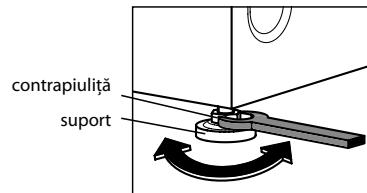

Figura 5
3.2.2 Așezați mașina după nivel strict orizontal, deșurubând sau răscind, în primul rând, suporturile reglabile din față, în conformitate cu Figura 5: slăbiți cu cheia pentru piulițe contrapiuliștele de pe suporturi, reglați înălțimea suporturilor, strângeți contrapiuliștele. Instalarea incorectă a mașinii după nivel sau strângerea insuficientă a contrapiulișelor ulterior poate fi o sursă de vibrație și de zgomot sporit în timpul funcționării mașinii.